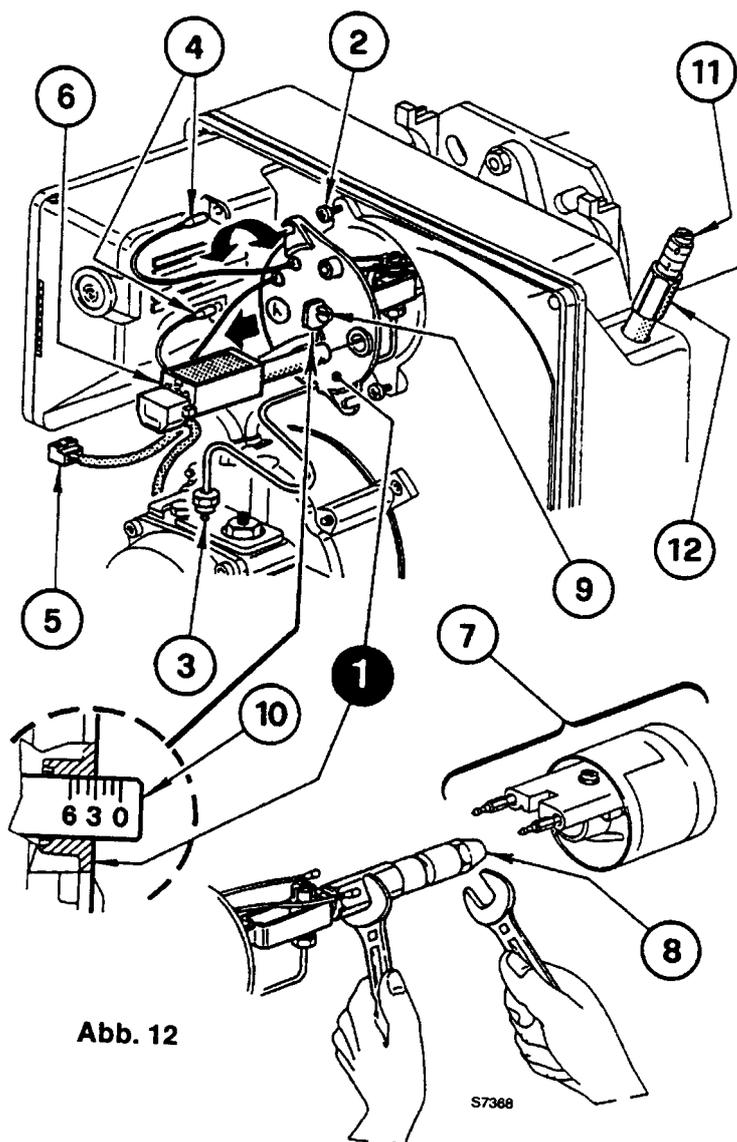

Abb. 12
**B** **Abb. 12** – Den Düsenstock (1) herausnehmen, nachdem vorher die Schrauben (2) gelockert, die Mutter (3) gelöst, die Zündkabel (4) vom Steuergerät, die Steckdose (5) und den Flammendetektor (6) abgenommen wurden.
(siehe Abb. 12)